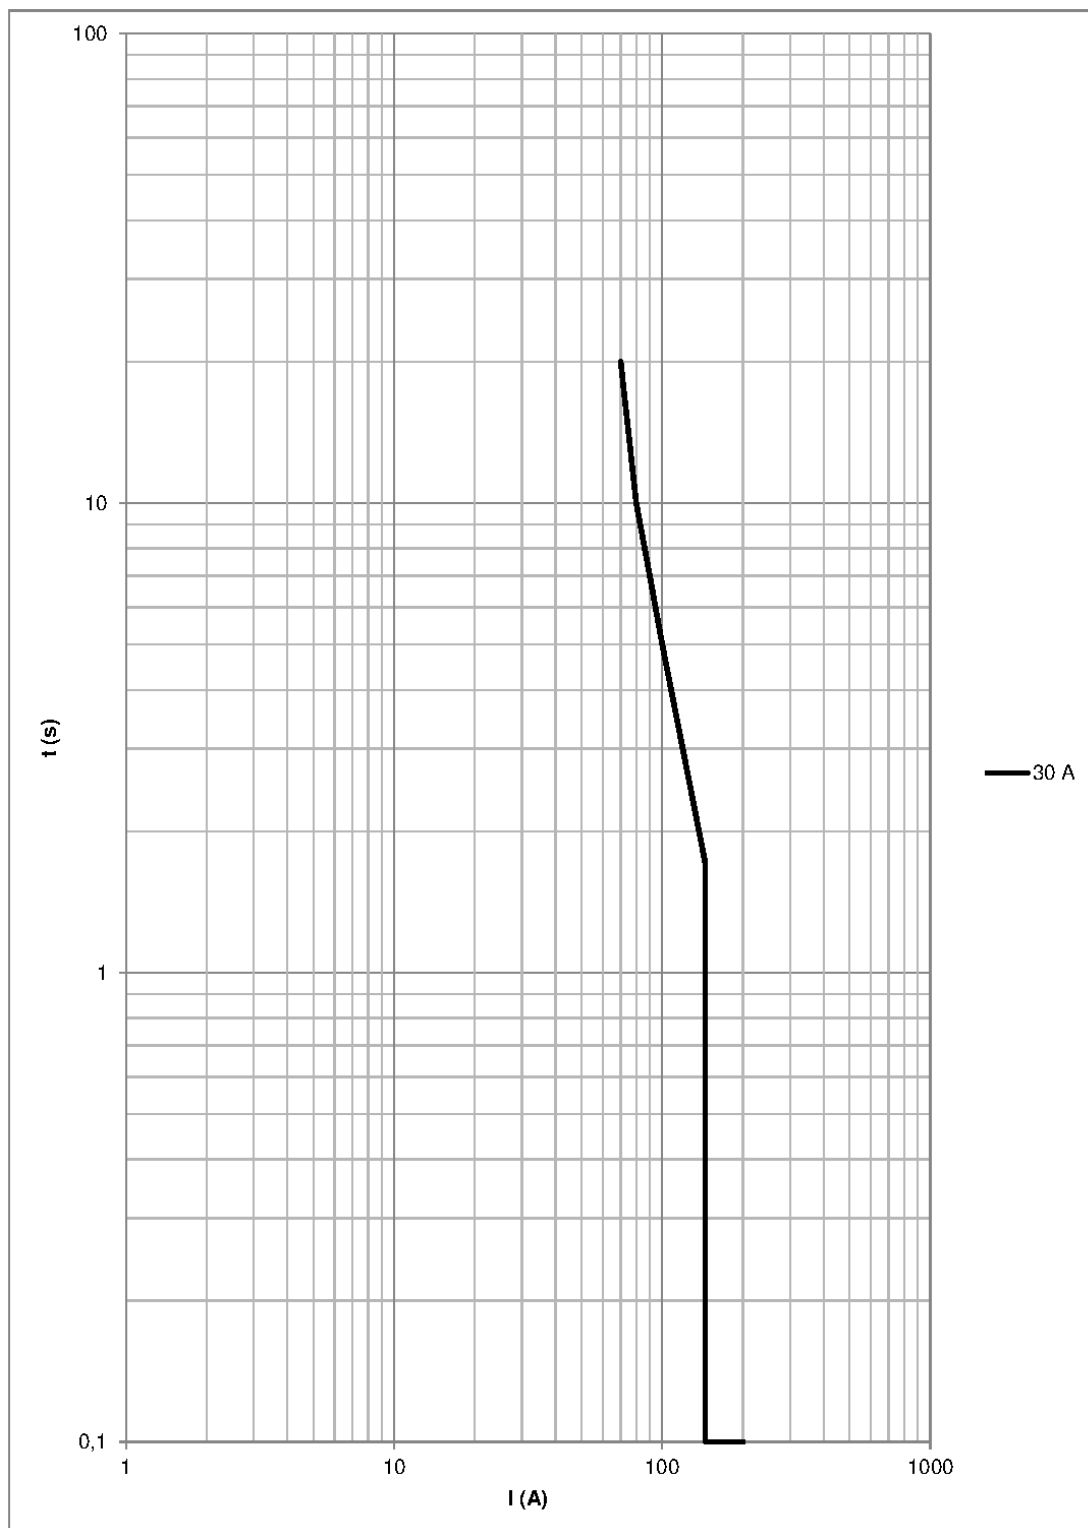

Figura 1 - Curva tempo x corrente de disjuntores
2.2. Traçar na figura 1, em escala logarítmica, a curva correspondente à primeira coluna da tabela 3.